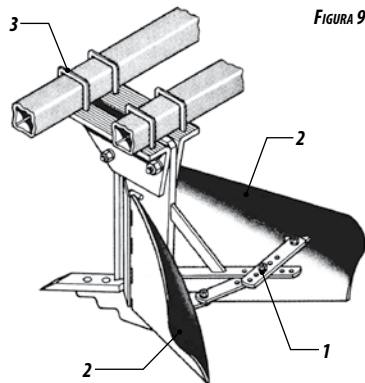

FIGURA 9
- Para regular a abertura do sulco, retire o parafuso (1), **Figura 9** e desloque as aivecas direita e esquerda item 2 para a regulagem ideal. Recoloar o parafuso (1).
- Para aumentar ou diminuir o espaçamento entre linhas deve-se soltar as porcas da braçadeiras (3) **Figura 9** e deslocar as hastes completas para a posição ideal. Reapertar as porcas novamente.